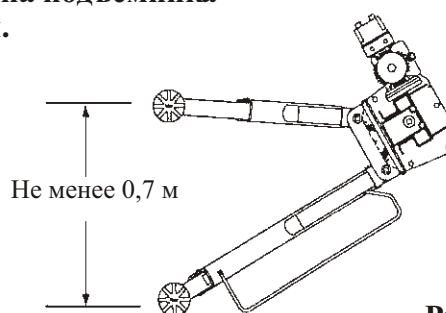

Рис. 2
- Расстояние между передними и задними подъемными точками не должно быть менее 0,7 м (рис. 2).